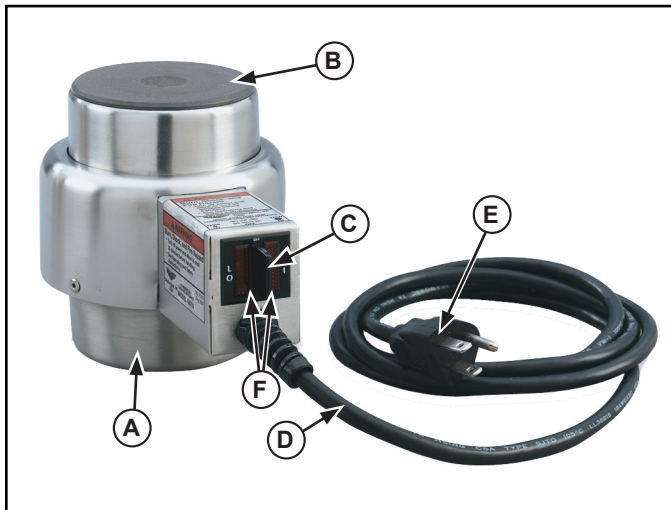

Figure 1. Caractéristiques et commandes de l'élément chauffant de réchaud électrique universel (modèle 110 V en photo).
2. Insérez la base (A) de l'élément chauffant dans le socle, sur l'étagère ou autre équipement. Voir la figure 1.